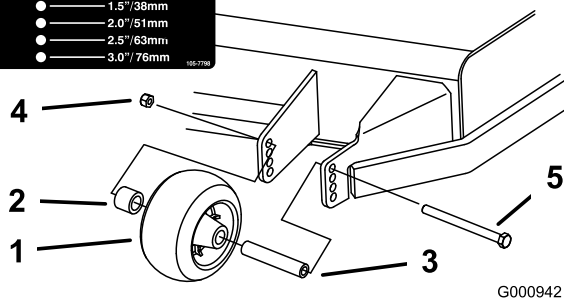
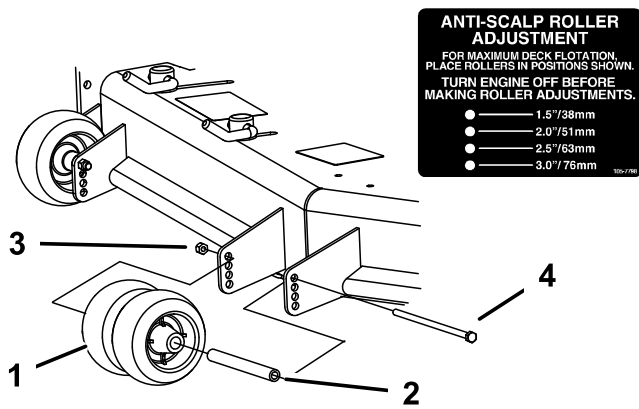
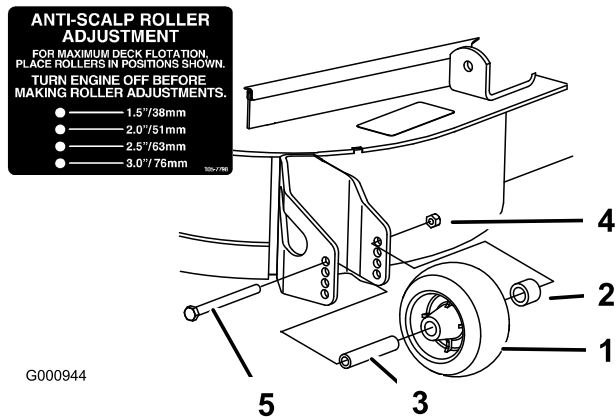

Figura 23
Figura 24
Figura 25
3. Después de ajustar la altura de corte, ajuste los rodillos retirando la tuerca con arandela prensada, el casquillo, el espaciador y el perno (Figura 23, Figura 24, y Figura 25).
Nota: Los dos rodillos centrales no tendrán espaciador (Figura 24).
5. Instale la tuerca con arandela prensada, el casquillo, el espaciador y el perno. Apriete a 54–61 Nm (40–45 pies-libra) (Figura 23, Figura 24 y Figura 25).